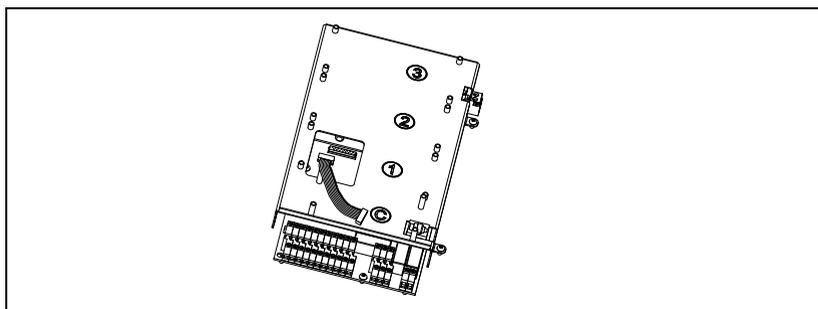

Abb. 14 An die Steuerplatine angeschlossenes Flachbandkabel.
1. Schließen Sie das 8-polige Flachkabel an den X4-Anschluss auf der Steuerplatine mit dem Kabel nach unten an, siehe Abb. 14.